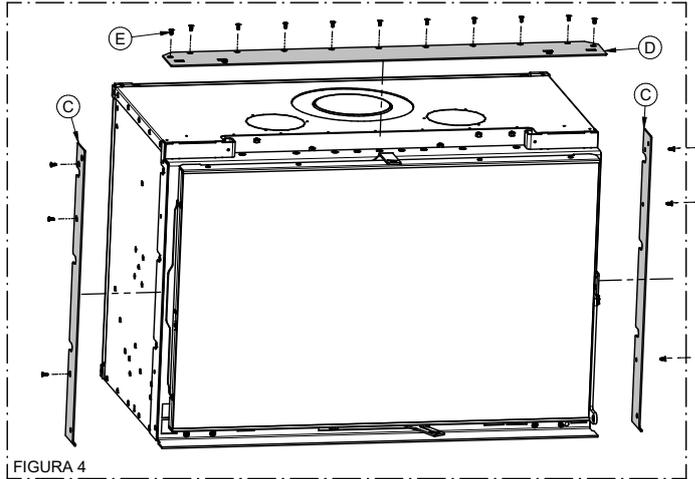

FIGURA 4
- 4) Avvitare il bullone (L) fino a fissare bene e in tenuta il canale da fumo al tubo di uscita dell'inserto, vedi Figura 4 e 5. Procedere poi a rimontare le ghise precedentemente smontate.
- 3) Far passare il cavo dell'interruttore (L) attraverso l'apposita canalina fino a farlo uscire dalla parte frontale. Collegare i fili nell'ordine indicato ai connettori dell'interruttore e spingerlo poi fino ad incastrarlo nell'apposita sede, vedi Figura (3).
- 4) Portare all'esterno dell'apparecchio il cavo di alimentazione (M) del ventilatore facendolo passare tramite l'apposito foro posteriore (A) e collegarlo all'alimentazione elettrica 230V - 50Hz, vedi Figura 4.
- 4) Procedere ad appendere l'inserto alla staffa C, assemblata a muro. Bloccare l'inserto alla staffa, in entrambi i lati, prima con la vite D superiore, per evitare lo scivolamento dell'inserto in avanti e poi con la vite D inferiore per bloccarlo, vedi Figura 4.
- 4) Installare i profili laterali C e il profilo superiore D con le viti E, vedi Figura 4.